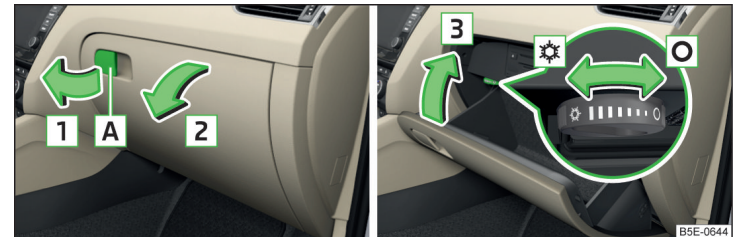

Abb. 108 Ablagefach öffnen / Ablagefach schließen und Luftzufuhr bedienen
- Zum **Öffnen** den Griff **A** in Pfeilrichtung **1** ziehen und den Deckel in Pfeilrichtung **2** klappen » Abb. 108.
- Zum **Öffnen** den Drehschalter bis zum Anschlag in die Position ☀ drehen » Abb. 108.